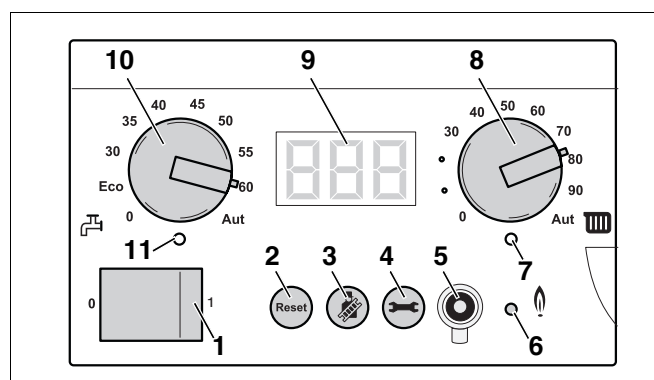

Рис. 89 Главный регулятор BC10
- Выключить отопительную установку пусковым выключателем на главном регуляторе Logamatic BC10 (рис. 89, **поз. 1**).
- Включить отопительную установку пусковым выключателем на главном регуляторе Logamatic BC10 (рис. 89, поз. 1).
- После того как светодиод "Горелка" (рис. 89, поз. 6) загорится, подождать одну минуту, пока отопительный котел не перейдет на частичную нагрузку.
- Нажать кнопку "Трубочист" (рис. 89, поз. 3) и удерживать нажатой (примерно две секунды), пока справа внизу на дисплее не исчезнет точка (рис. 89, поз. 9). См. также таб. 9, "Тест дымовых газов", стр. 48.
- Выключить отопительную установку пусковым выключателем на главном регуляторе Logamatic BC10 (рис. 89, поз. 1).